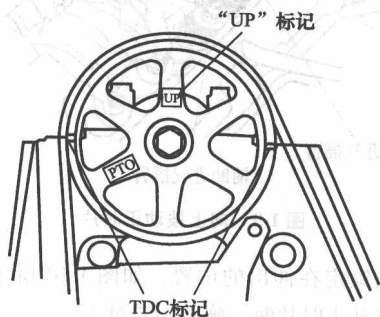

图 1-11 第一缸活塞压缩行程上止点位置
① 拆下气门室盖。
② 将第一缸活塞转至上止点 (TDC) 位置, 即凸轮轴带轮上的 “UP” 标记应在顶部, 带轮上的上止点凹槽与气缸盖平面对齐的位置, 如图 1-11 所示。